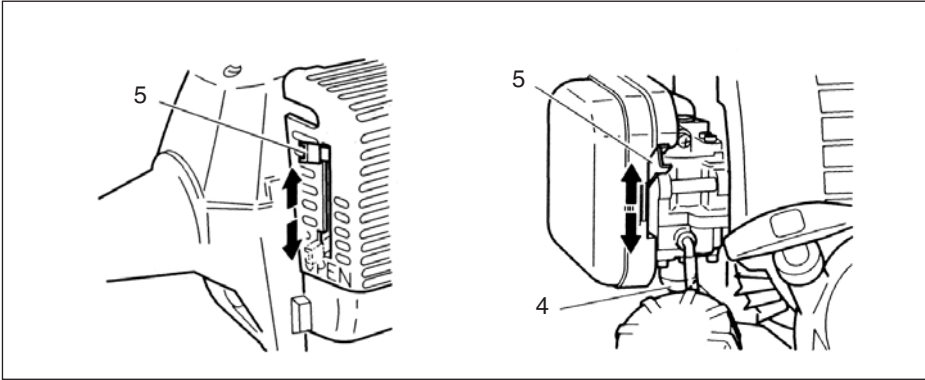

Fig.2-7
2. Mantendo o travão de segurança (2) (não fornecido com todos os modelos) premido, puxe do gatilho do acelerador e pressione no botão de travamento (3). A seguir, deixe primeiro recuar lentamente o gatilho e, depois, o travão de segurança. Isto faz travar o acelerador na posição de arranque.
3. Coloque a alavanca do ar na posição CLOSED (fechado) (5) (Fig. 2-7)